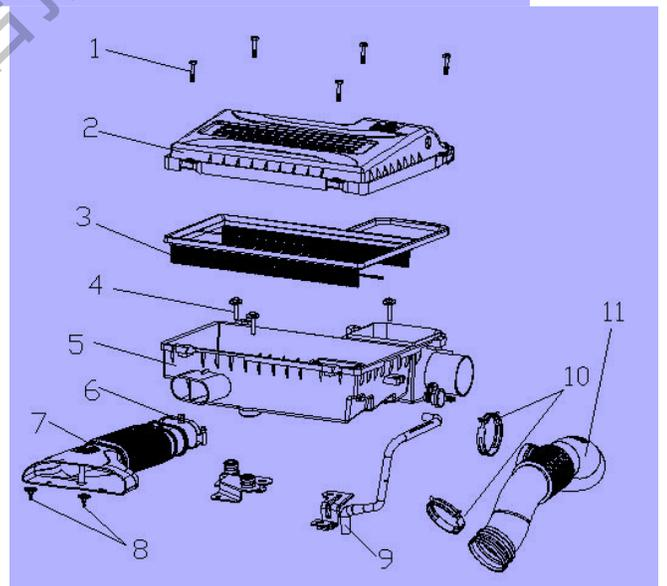

图2
1.1.1 进气系统空气滤清器的拆卸 / 安装步骤（图2）
1.1.2 空气滤清器滤芯的更换（图2）
1.2 进气软管 II 的拆卸与安装（图2）